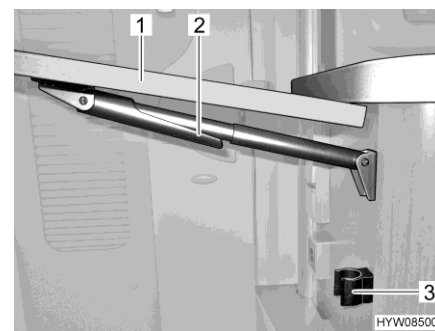

Fig. 84 Replier la table pliante / surface de travail
- Saisir la table pliante / surface de travail (Fig. 84,1) et la soulever légèrement. De l'autre main, faire basculer la fixation (Fig. 84,2) du support télescopique vers le bas.
- Faire basculer le plateau de table vers le bas jusqu'à ce que le support télescopique s'enclenche dans le support (Fig. 84,3).